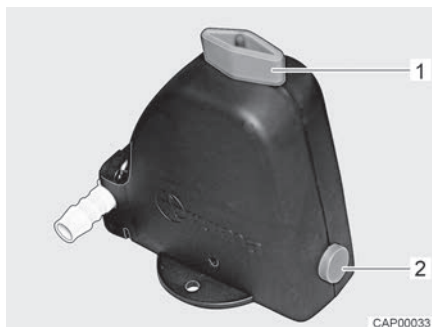
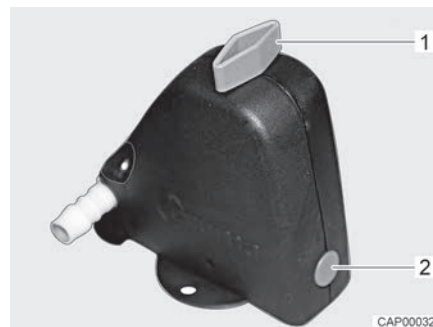

Bild 107 Säkerhets-/avtappningsventil öppen
Bild 108 Säkerhets-/avtappningsventil stängd
- Stäng säkerhets-/avtappningsventilen. Ställ vredet (Bild 107,1) diagonalt mot säkerhets-/avtappningsventilen och tryck in tryckknappen (Bild 107,2). Den stängda säkerhets-/avtappningsventilen visas i Bild 108. Vid temperaturer lägre än 6 °C kan säkerhets-/avtappningsventilen inte stängas.